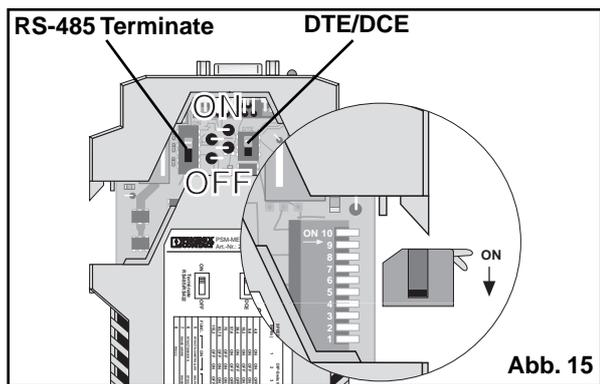

Abb. 15
- 2) Wenn die selbststeuernde Betriebsart gewählt wurde, stellen Sie die Übertragungsrate mit Hilfe der DIP-Schalter S1-S4 (Abb. 15) und der Tabelle unten ein.
- 5) Aktivieren Sie gegebenenfalls die Abschlußwiderstände Abb.15 (Beachten Sie den Abschnitt 8 „Abschlußwiderstand für die RS-485/RS-422-Schnittstelle“, Seite 12).